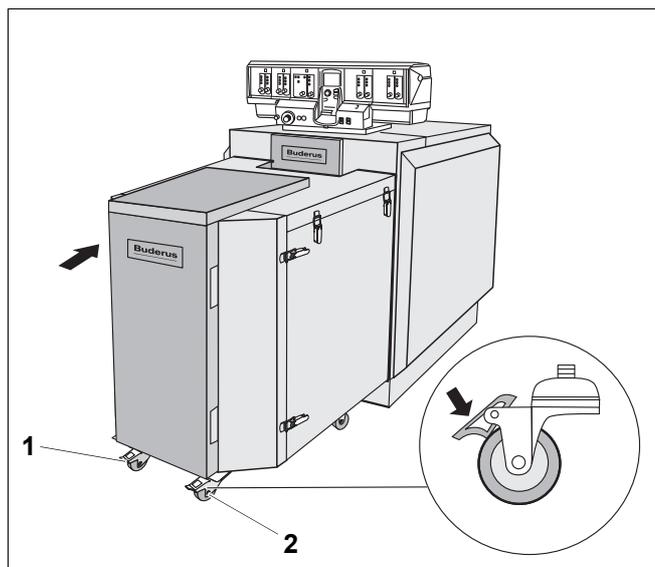

Рис. 19 Застопорить звукопоглощающий кожух
- Застопорите тормозами два передних ролика (рис. 19, [1] и [2]).